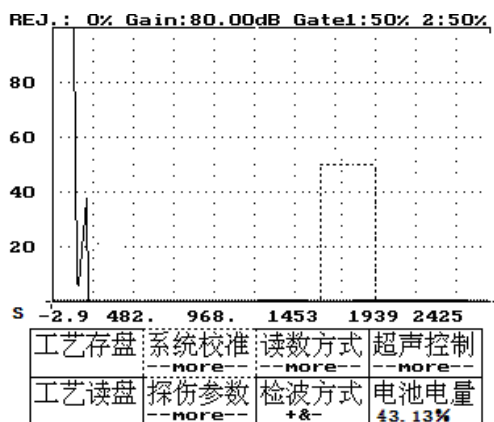

图 18-1
- 2、 按方向键——将虚框移到系统校准功能上。如图 18-1 所示。
- 2、按方向键——将虚框移到系统校准，如图 18-1 所示。